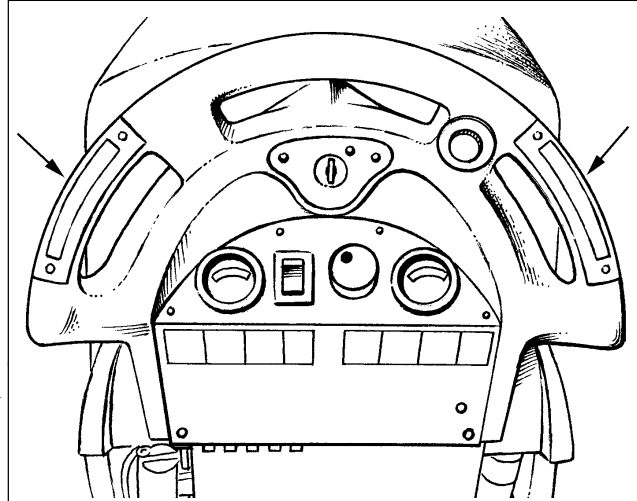

Abb. 1
1. Vergewissern Sie sich, daß die Laderampe mindestens acht(8) Fuß lang und 32 Zoll breit und stabil genug für das Gewicht der Maschine ist.
6. Richten Sie die Maschine auf einer ebenen Oberfläche fünf (5) Fuß vor der Rampe aus.
8. Bei der Maschine L26 drücken Sie einen der Vorwärts-/Rückwärts-Schalter, während Sie den weißen Rückwärtsschalter eindrücken. Fahren Sie die Maschine rückwärts auf die Rampe. Siehe Abb.1.